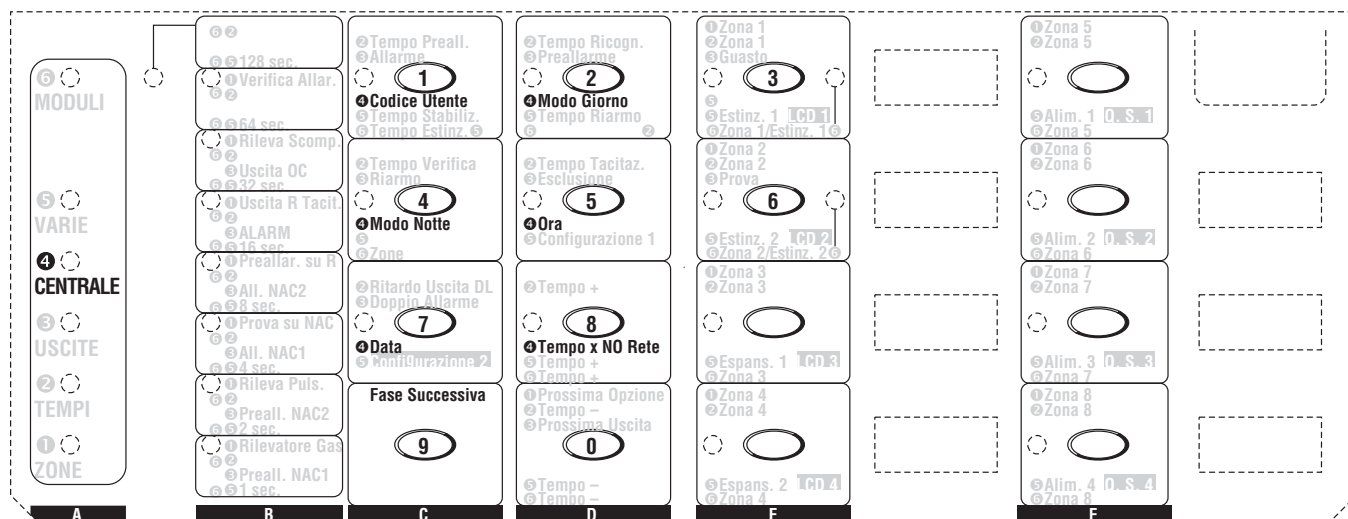

Figura 32 Programmazione centrale
La spia **CENTRALE** lampeggia per indicare che si stanno programmando il **Codice Utente**, l'orario per il **Modo Giorno** e per il **Modo Notte**, l'**Ora** e la **Data** della Centrale e, il **Tempo per Mancanza Rete**: in questa fase il significato delle spie e dei pulsanti è quello indicato dalle scritte precedute dal numero ④, come mostrato in Figura 32.